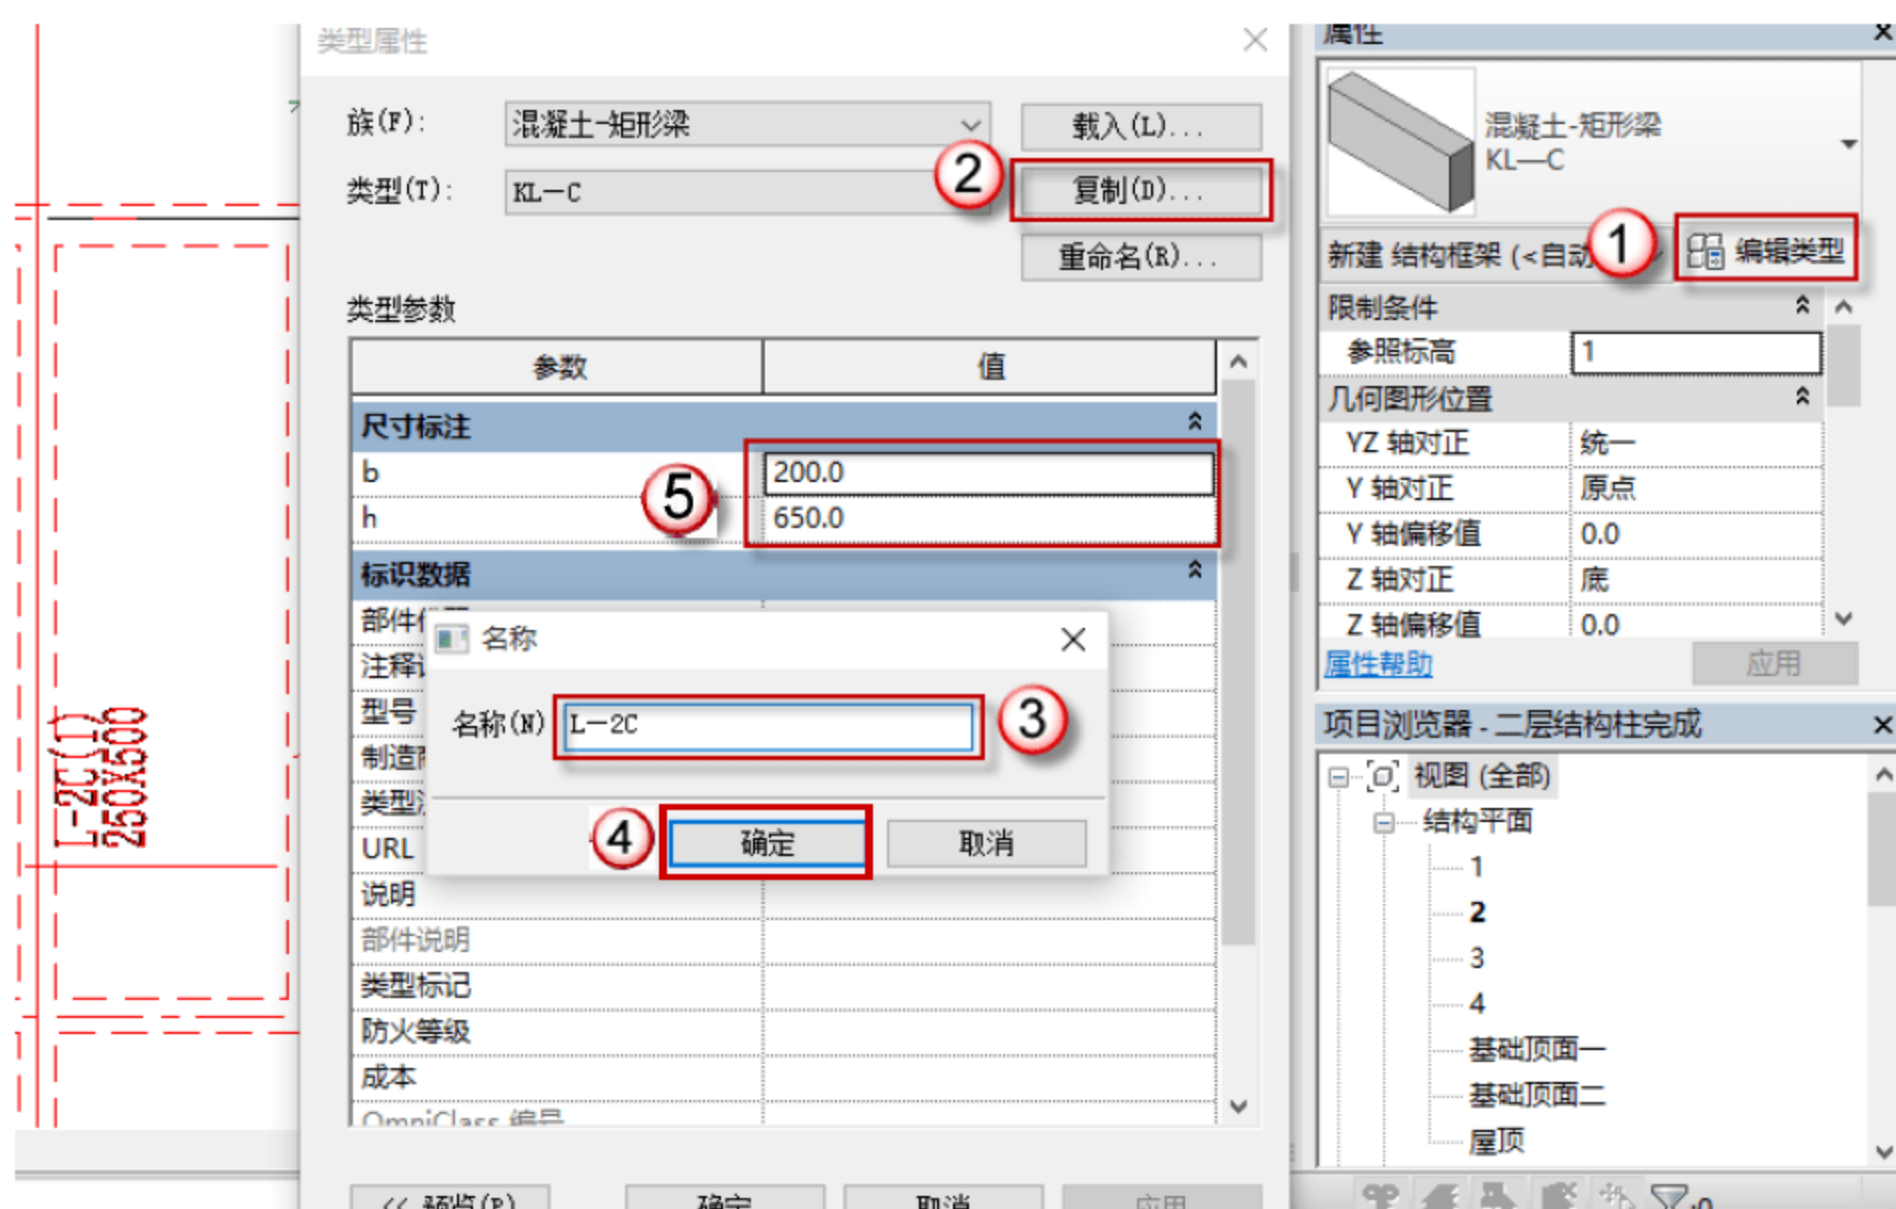

图 4.2.89 设置 L-2C 参数
(14) 设置矩形梁 L-2C 参数，按快捷键 B+M，出现绘制的界面，单击“编辑类型”按钮，在弹出的对话框中单击“复制”按钮，再在弹出的对话框中命名新的族 L-2C，单击“确定”按钮。在“尺寸标注”栏设置参数，如图 4.2.89 所示。